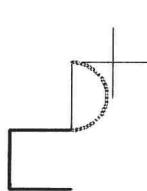

图 3-2-1
(1) 在状态栏中单击“正交”按钮，单击“常用”选项卡，在“绘图”面板中单击“多段线”按钮 \square ，或者选择菜单命令“绘图/多段线”。
(2) 启动多段线命令后，命令行提示“指定起点”，在视图中任意位置单击，创建起点。
(3) 命令行提示“当前线宽为 0.0000，指定下一个点或 [圆弧(A)/半宽(H)/长度(L)/放弃(U)/宽度(W)]”，输入下一点的相对直角坐标值“@-10, 0”，按 Enter 键，绘制一段水平直线，长度为 10。
(4) 命令行提示“指定下一点或 [圆弧(A)/闭合(C)/半宽(H)/长度(L)/放弃(U)/宽度(W)]”，向上移动光标，输入直线长度 10，按 Enter 键，绘制一段垂直线，长度为 10。
(5) 命令行提示“指定下一点或 [圆弧(A)/闭合(C)/半宽(H)/长度(L)/放弃(U)/宽度(W)]”，向右移动光标，输入直线长度 10，按 Enter 键，绘制一段水平线，长度为 10。
(6) 命令行提示“指定下一点或 [圆弧(A)/闭合(C)/半宽(H)/长度(L)/放弃(U)/宽度(W)]”，输入“a”，按 Enter 键，即开始圆弧线段绘制，如图 3-2-1 所示。
(7) 命令行提示“指定圆弧的端点或[角度(A)/圆心(CE)/闭合(CL)/方向(D)/半宽(H)/直线(L)/半径(R)/第二个点(S)/放弃(U)/宽度(W)]”，输入“a”，按 Enter 键。